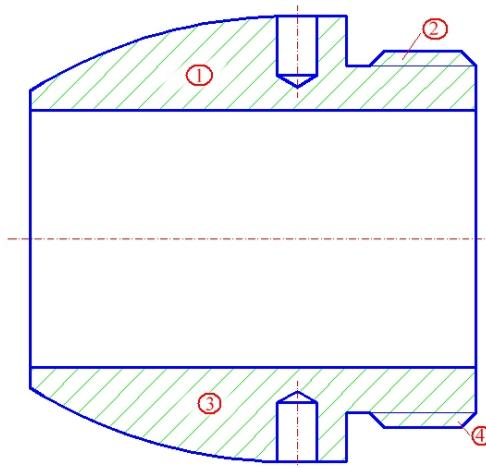

Figura 2.9.9
- contururile închise de hașurat selectate cu opțiunea **Add: Pick points** urmată de câte un click stânga mouse în interiorul celor patru contururi închise de hașurat (figura 2.9.9). Selecția se încheie prin **Enter**.